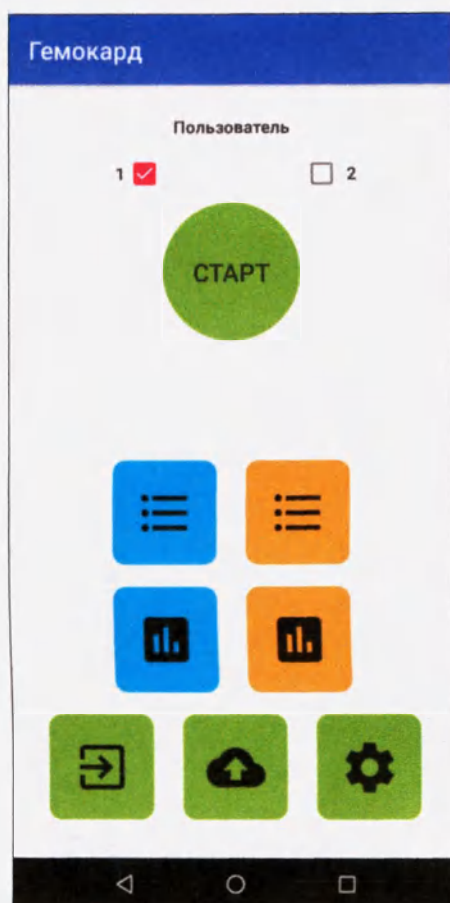

Рис. 2. Стартовое окно программы «ГемоКард» для мобильного устройства
2.1.2 Запустить программу «ГемоКард» (рис.2)
Приложение рассчитано на 2х пользователей (на рис.2 выбран Пользователь 1).